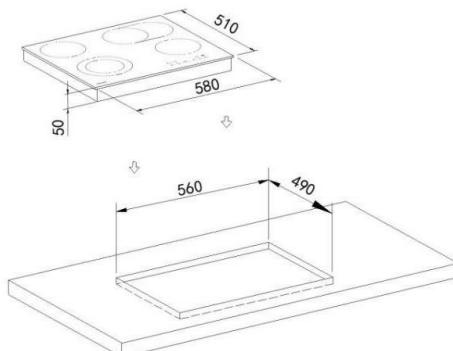

Abbildung 1
1. Einbau des Cerankochfelds (wie in Abbildung 1 dargestellt)